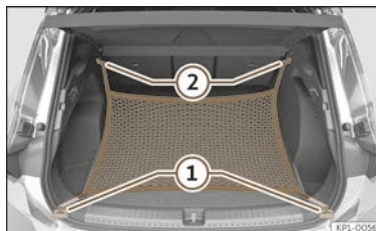

Abb. 194 Im Gepäckraum: Ösen ① und Haken ② zum Einhängen des Gepäckraumnetzes.
- Hängen Sie die kurzen Haken des Netzes in die Verzurrrösen ein >>> (Abb. 194) ① >>> ⚠. Der Reißverschluss des Gepäckraumnetzes muss dabei nach oben zeigen.
- Befestigen Sie die Spanngurte in den Taschenhaken ②.